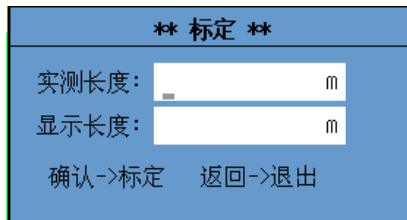

图 3.10 提升距离标定
- 12、 标定：在自动测桩过程中，用于标定仪器测试的距离和实际提升的距离之间的误差。单、双通道超声仪中此功能无效，只有在自动测桩仪中有此功能，用户在此出按下**确认**键，弹出图 3.10 所示的标定对话框，用户可以输入实际提升的距离和仪器显示的提升距离，则仪器自动可以计算标定系数。一般的以实际提升 10 米的距离来标定。